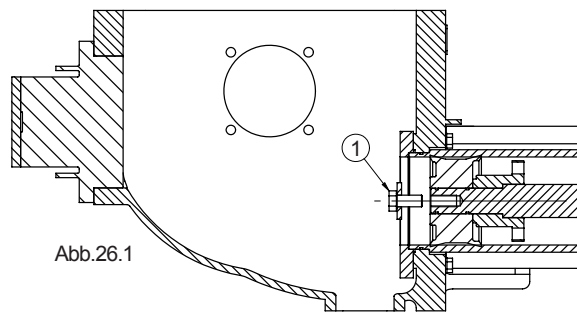
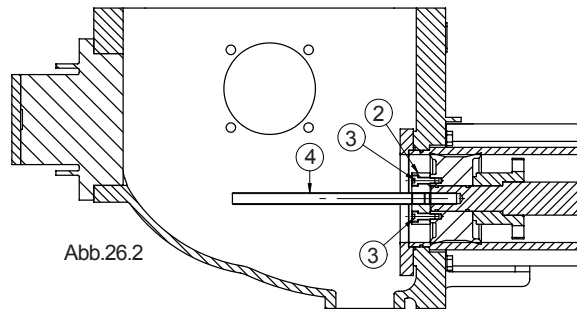
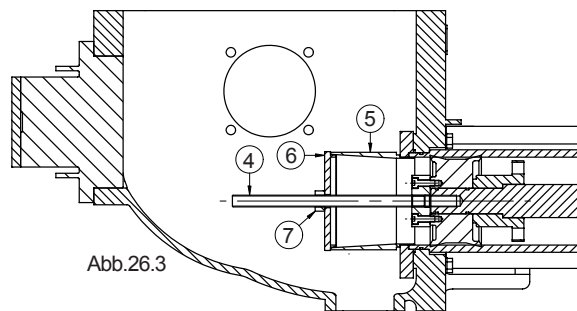

Abb.26.1
Abb.26.2
Abb.26.3
- Die Kopfschraube (Abb.26.1 Pos.1) lösen, die Ausziehvorrückung (Abb.26.2 Pos.2) auf den Kolben setzen und die zwei Schrauben (Abb.26.2 Pos.3) zudrehen.
- Die Verstrebung (Abb.26.2 Pos.4) bis zum Anschlag in die Ausziehvorrückung einschrauben, die Zentrierhülse (Abb.26.3 Pos.5) an der Verschleißplatte anbringen, den Deckel (Abb.26.3 Pos.6) aufsetzen und mit dem Zugschrauben der Mutter (Abb.26.3 Pos.7) beginnen; durch Zugschrauben der Mutter wird der Kolben (Abb.26.4 Pos.8) aus dem Zylinder herausgezogen.